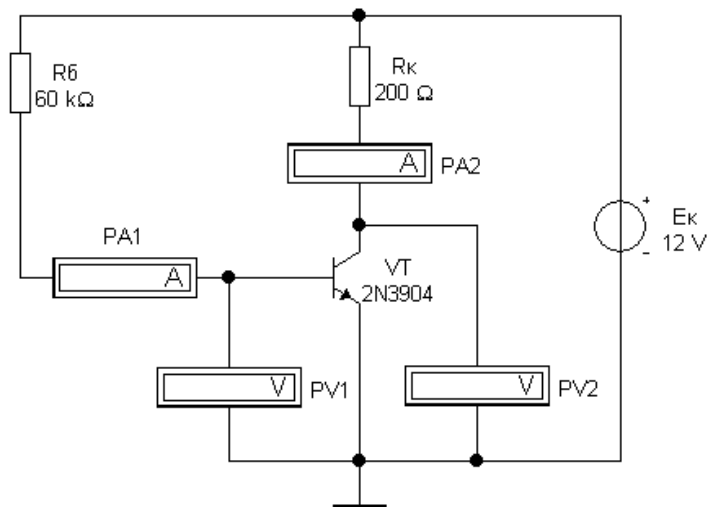

Рисунок 4 – Схема для дослідження режиму спокою підсилювача на біполярному транзисторі
2.5 В меню програми EWB обрати схему (рис. 4).